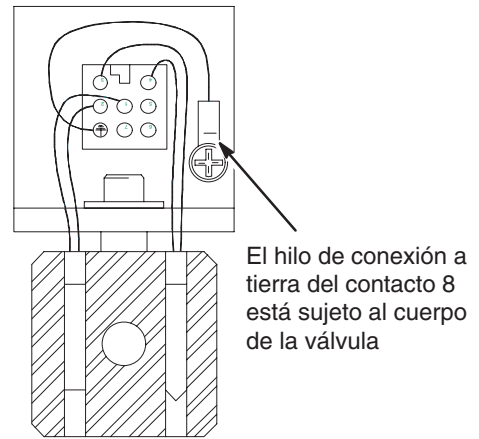

Fig. 4 Modelos 240 voltios T10305
3. Verifique que el casquillo del contacto E, en los modelos con seis clavijas (vea la Fig. 5), el contacto ocho, en los modelos con ocho clavijas (vea la Fig. 4), situado en el interior del panel de control, está conectado a una tierra verdadera.